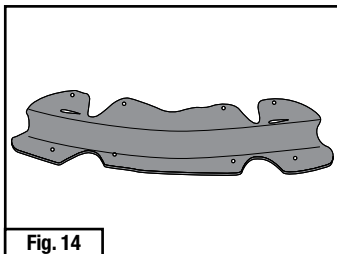
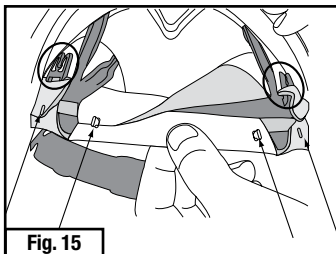

Fig. 14
Fig. 15
2. Sécuriser le nouveau coussinet confort S-953 (Fig. 14) à la coiffe, selon la Fig. 15. Les deux longues fentes dans le coussinet confort s'accrochent au-dessus des deux grands crochets supérieurs encerclés à la Fig. 15. Utiliser les plus petits crochets de la coiffe pour fixer complètement le coussinet confort.